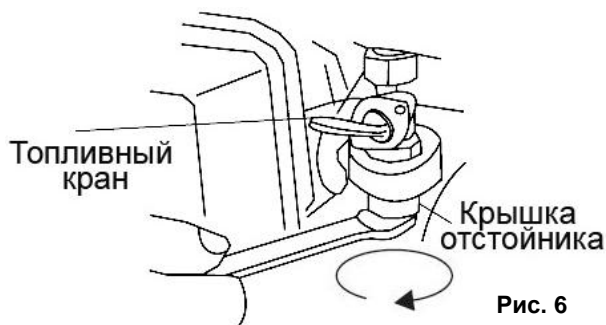

Рис. 6
- Заверните сливную пробку (2)(См. Рис.6).
- Очистите и продуйте фильтр сжатым воздухом и установите его обратно (См. Рис.6).